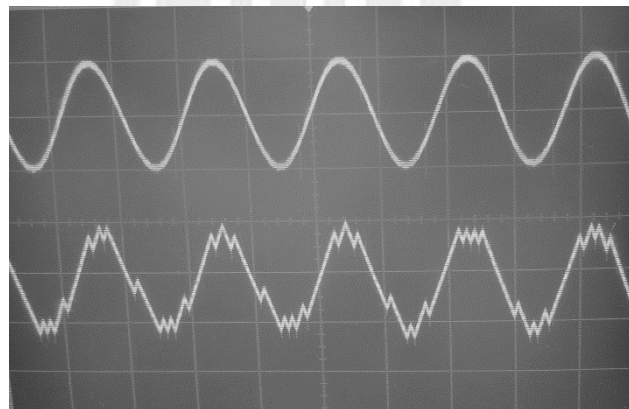

Figura 6.3 Comparación entre TP5 y TP6.
6. Conectar el otro canal del osciloscopio a la salida del integrador del modulador delta (TP6). De ser necesario, ajustar RV2 hasta lograr una señal similar a la figura 6.3.